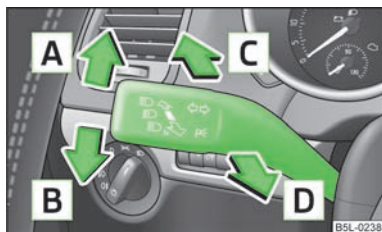

Fig. 29
- Presionar la palanca hacia arriba **A** » fig. 29 o hacia abajo **B**.